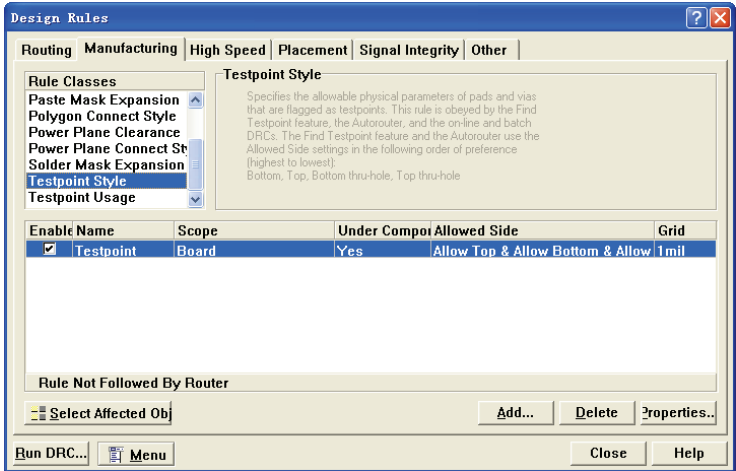

图 8-69 “Testpoint Style” 规则设置选项
- “Testpoint Style”（测试点样式规则）选项：设置测试点的形式，如图 8-69 所示为该选项设置的对话框，在对话框中可以设置测试点的形式和各种参数。为了方便电路板的调试，在 PCB 上引入了测试点：测试点连接在某个网络上，形式和过孔类似；在调试过程中可以通过测试点引出 PCB 上的信号。设置该项规则时可以设置测试点的尺寸、是否允许在元件底部生成测试点等各项选项。